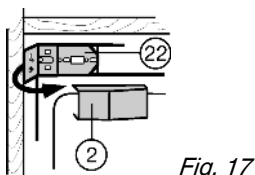

Fig. 17
- ▶ Zijgedeelte van de bevestigingshoek Fig. 17 (22) inklappen.
- ▶ Afdekking Fig. 17 (2) weer aanbrengen.
- ▶ Alle gaten met stoppen Fig. 17 (30,5) sluiten.